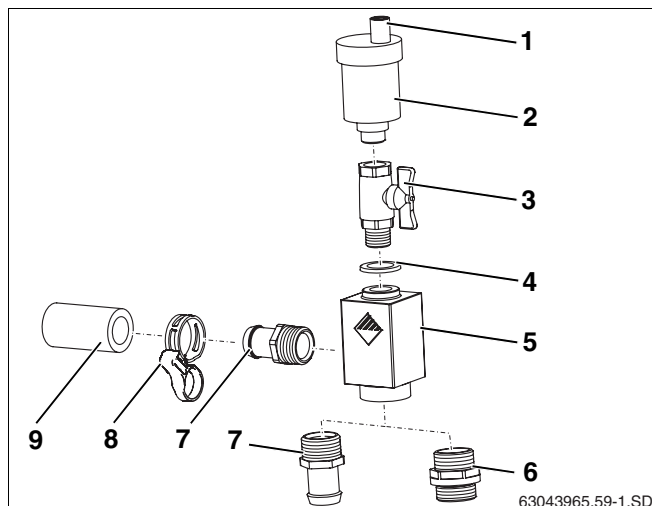

Fig. 59 Conjunto de purga universal
A instalação solar é purgada através do parafuso sem cabeça aberto. Quando está em funcionamento e para não entrar humidade na instalação solar devido ao parafuso sem cabeça aberto, a tampa protectora (fig. 59, **item 1**) deve sempre estar colocada sobre o parafuso sem cabeça.
### Fornecimento do conjunto de purga universal (fig. 59):